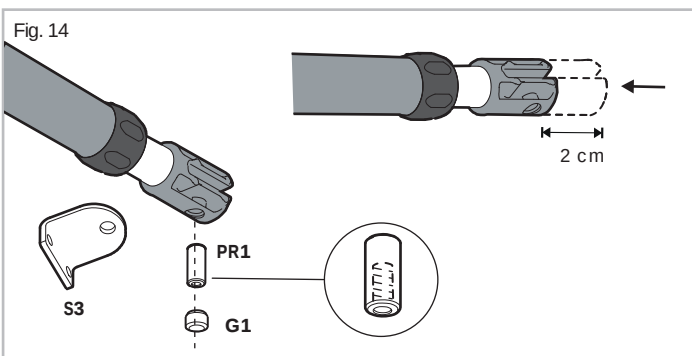

Fig. 14
- Déployez alors le tube de l'opérateur au maximum, puis ramenez le pour environ 2 cm afin de conserver une marge que évitera toute dégradation anticipée du produit. (Fig. 14)